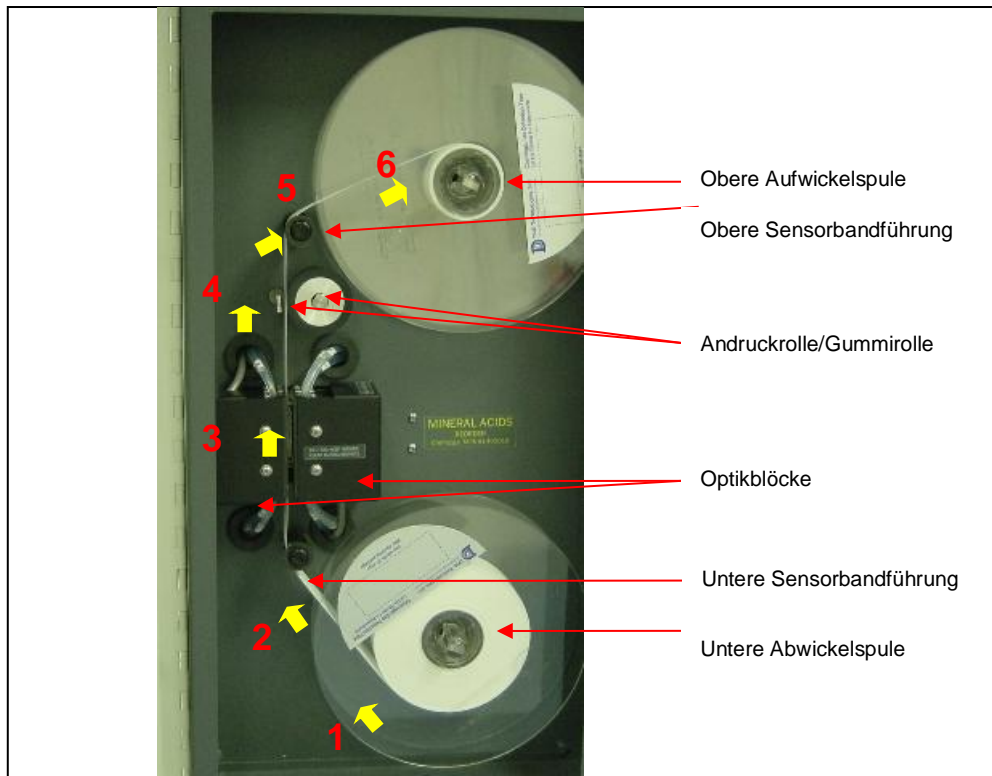

Abbildung 6.1
6. Die neue ChemLogic-Sensorbandspule unten, wie in Abbildung 6.1 dargestellt, fixieren. Das Sensorband sollte unten in Uhrzeigerrichtung, wie dargestellt, aufgewickelt werden.
7. Das Sensorband, wie durch die Pfeile in Abbildung 6.1 gekennzeichnet, einführen.